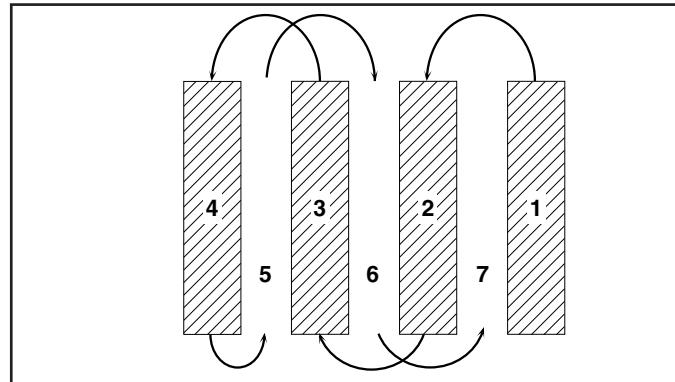

FIG. 9
- Va a descubrir que el labrado se facilita si deja una fila sin labrar entre las pasadas. Entonces vuelva de nuevo entre las filas de cultivo (Vea la Fig. 9). Hay dos razones para hacer ésto. Primero, las vueltas amplias se pueden realizar con más facilidad que las cerradas. Segundo, la cultivadora no estará empujándose a sí misma y a usted hacia la próxima hilera.